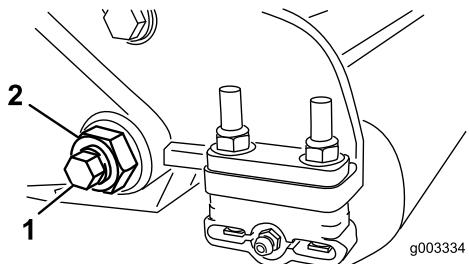
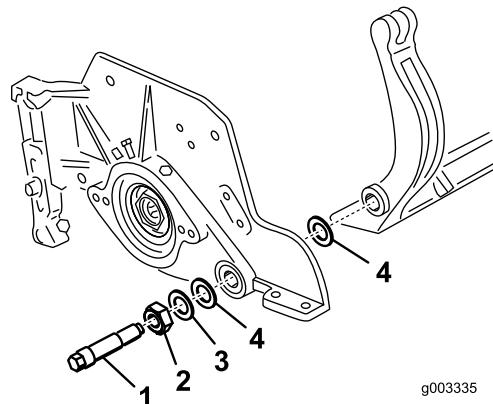

Figura 30
Figura 31
- En cada lado de la máquina, afloje la contratuerca que fija el perno de la barra de asiento (Figura 30).
(Figura 30). Guarde las 2 arandelas de nylon y la arandela de acero troquelado de cada extremo de la barra de asiento (Figura 31).
- Fije la barra de asiento a cada chapa lateral con los pernos de la barra (con tuercas en los pernos) y las 6 arandelas. Debe colocarse una arandela de nylon en cada lado del saliente de la chapa lateral. Coloque una arandela de acero por fuera de cada arandela de nylon (Figura 31). Apriete los pernos de la barra de asiento a 37-45 Nm. Apriete las contratuerca hasta que la arandela de acero exterior deje de girar, y la holgura quede eliminada, pero no apriete demasiado ni desvíe las chapas laterales. Las arandelas del interior pueden tener cierta holgura.